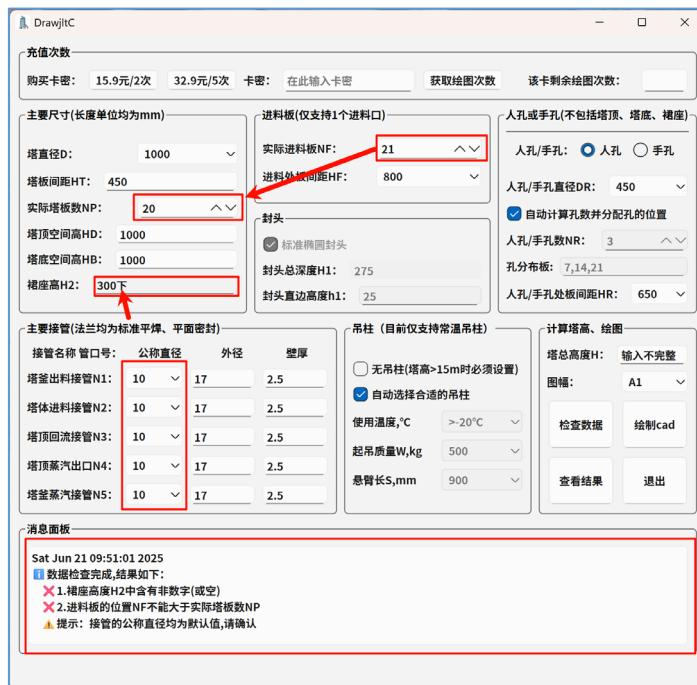

图 3-17 检查数据
2. 为了确保绘图的数据是可行的，您可以点击“检查数据”按钮，检查结果将在消息面板展示。该功能主要用于一些明显的错误或提示，例如您忘记输入了某个值、您的某些输入中包含了非数字、 $NF > NP$ 、您忘记修改接管的公称直径（默认均为 10）等，如图 3-17 所示。您可以根据提示检查、修改您的数据，以确保合理的数据用于绘图。此外，该功能是免费的、无需联网的。